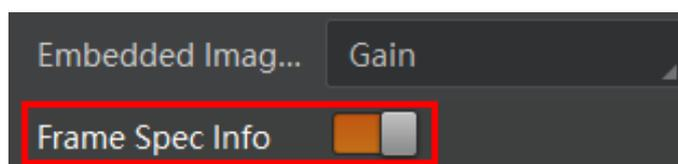

图12-3 启用 Frame Spec Info 参数
2. 启用 *Frame Spec Info* 参数，即可嵌入相应信息，如图 12-3 所示。